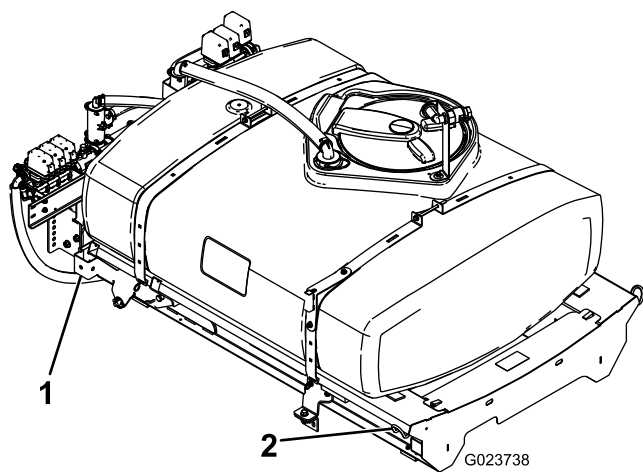

Figura 8
- Utilizando um elevador, eleve o patim do depósito (Figura 8) e posicione-o por cima da estrutura do veículo com os conjuntos da válvula e da bomba voltados para trás.